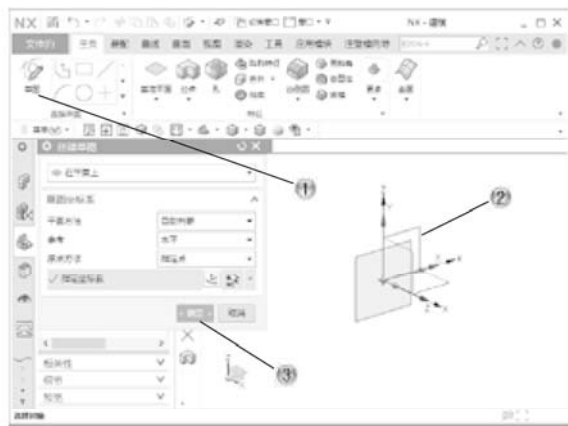

图 2-53
- ① 单击【主页】选项卡中的【草图】按钮,进入草图绘制环境,如图 2-53 所示。
- ② 在绘图区中,选择草绘平面。
- ③ 单击【确定】按钮。